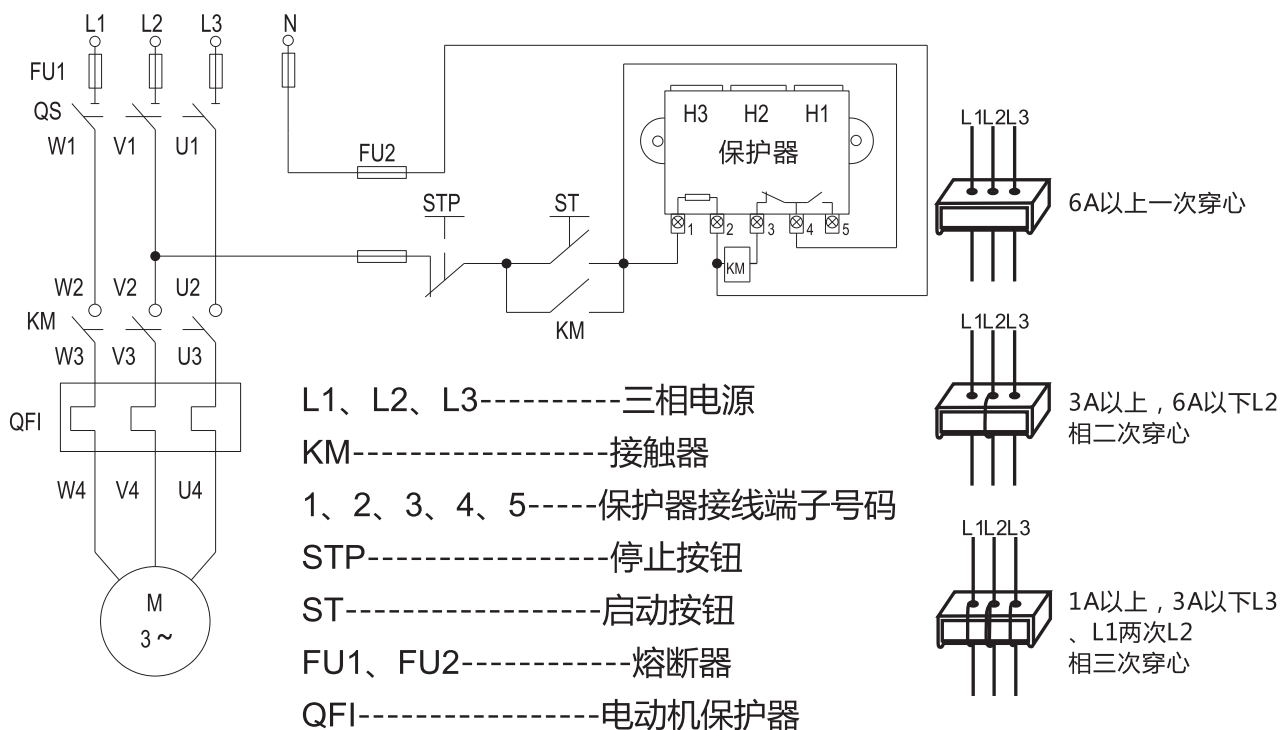
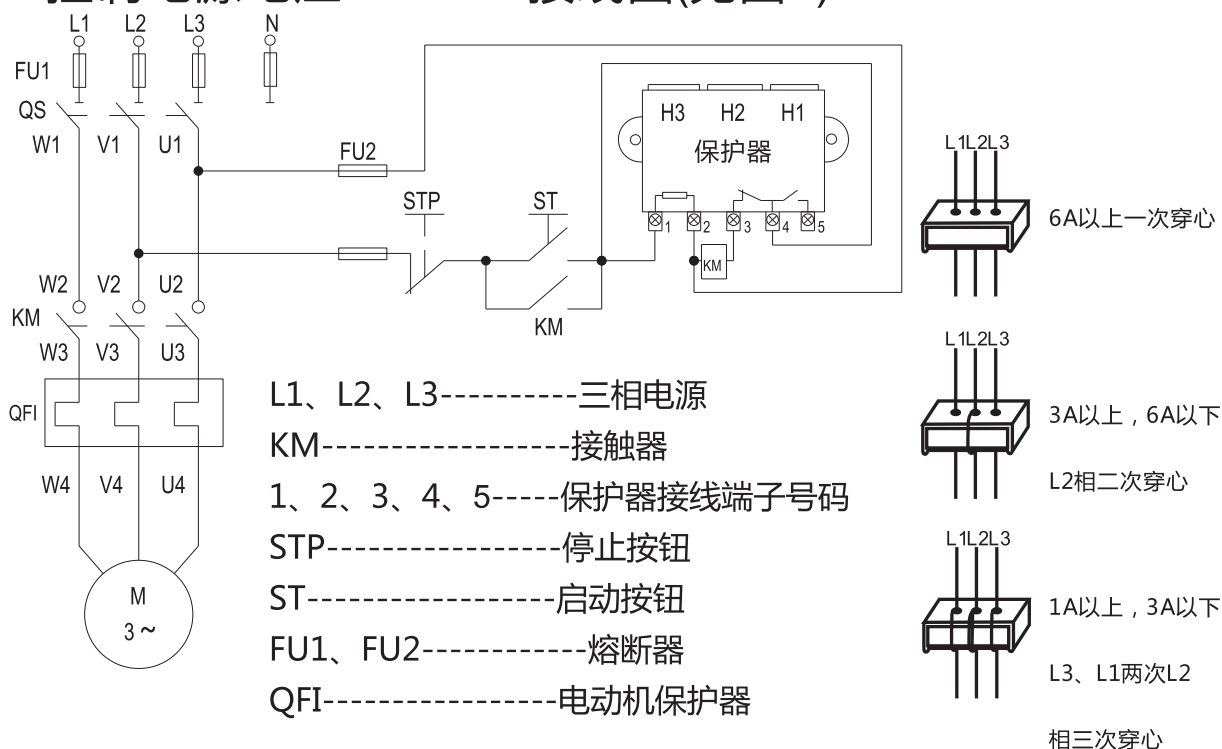

图2 控制电源电压AC220V接线图
图3 控制电源电压AC380V接线图
6.2 至负载交流接触器的三条主线路分别穿过保护器的导线孔H1、H2、H3与电动机进线连接，见图2、图3。
9 保护器系列产品接线图(见图2~图3)
9.1 控制电源电压AC220V接线图(见图2)
9.2控制电源电压AC380V接线图(见图3)